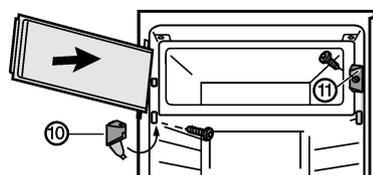

Fig. 7 \*
- Montare l'elemento di chiusura Fig. 7 (11).\*
- Montare il blocco di supporto Fig. 7 (10) e chiudere il coperchio.\*